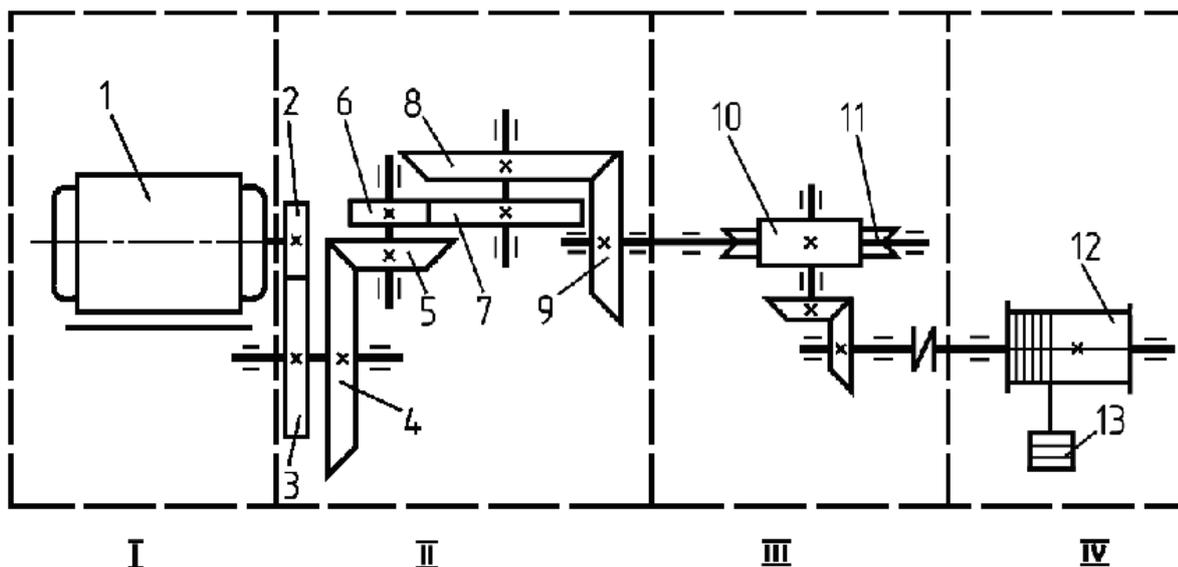

Рис. 9. Схема привода
1. Передача 10 – 11(см. рис. 9) имеет валы, расположенные в пространстве:
2. Показать на (см. рис. 9) коническую зубчатую передачу:
3. Покажите на (см. рис. 9) машину - орудие (цифрами I,II,III,IV).
4. Показать на (см. рис. 9) ведущее колесо третьей пары.
5. Передача 4 - 5 (см. рис. 9) понижающая или повышающая?
6. Сколько ступней имеет передача, показанная на рис. 9